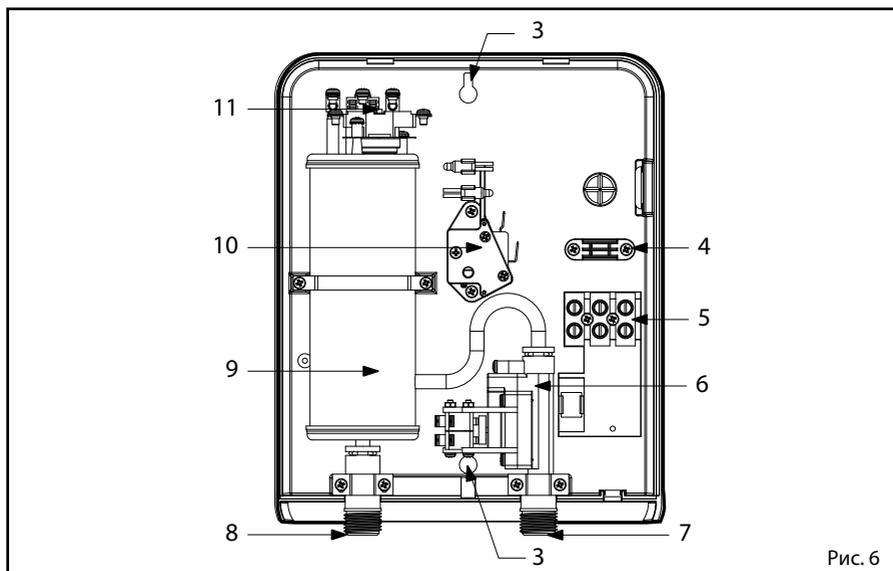

Рис. 6
3. Провода следует пропустить через кабельный зажим (рис. 6, поз. 4) и зафиксировать в нем. Фазные провода следует подсоединить к контактам на клеммной колодке (рис. 6, поз. 5), которые обозначены буквой L. Провод заземления следует подсоединить к контакту, обозначенному соответствующим символом.